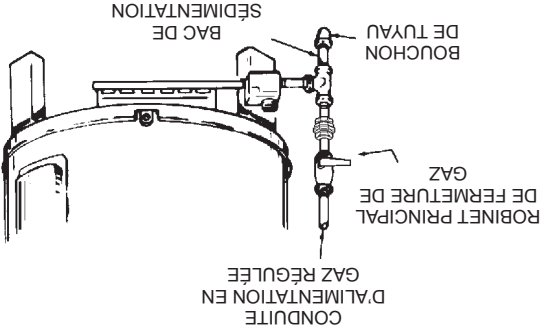

FIGURE 21.
Si des conduites d'alimentation en cuivre sont utilisées, elles doivent être intégralement étamées et certifiées pour le service de gaz. Avant d'attacher la conduite de gaz, s'assurer que tous les tuyaux de gaz sont propres à l'intérieur. Pour piéger toute poussière ou corps étrangers dans la conduite d'alimentation en gaz, un bac de sédimentation doit être incorporé dans la tuyauterie (voir Figure 21). Le bac de sédimentation doit être facilement accessible et ne pas être susceptible d'être soumis à des conditions de gel. Installer le bac conformément aux recommandations du fournisseur de gaz. Consulter également la version la plus récente du National Fuel Gas Code.
1. Pour les pressions d'essais supérieures à 3,45 kPa (1/2 lb/po²), déconnecter le chauffe-eau et son robinet d'arrêt de gaz principal du système de tuyauterie d'alimentation en gaz pendant les tests, voir la Figure 21. La conduite d'alimentation en gaz doit être bouchée lorsqu'elle est déconnectée du chauffe-eau.